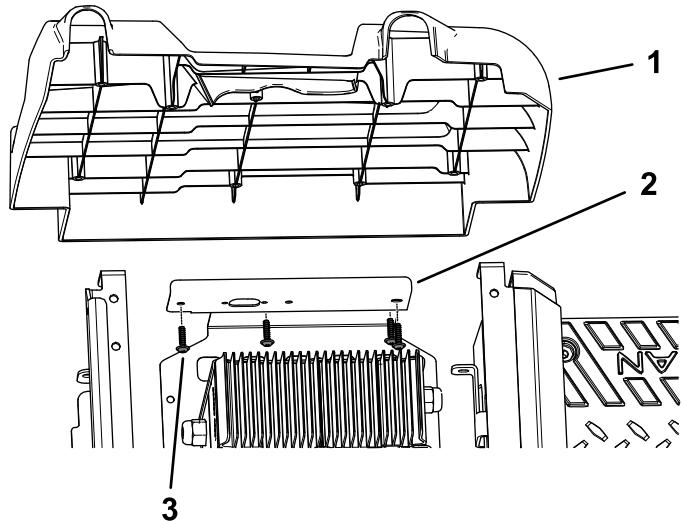

Рисунок 6
- С помощью торцевого ключа T30 отверните 4 винта с головкой Torx (M6,0 x 22 мм), которые крепят кронштейн зарядного устройства к левой боковой панели (Рисунок 6).